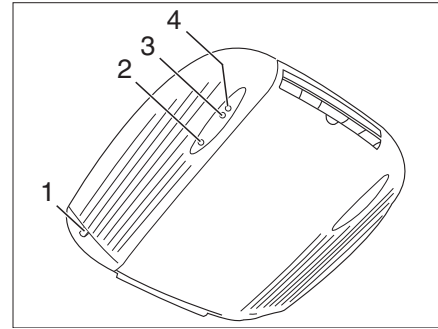

Fig. 117 Vue de l'intérieur
- Raccorder le véhicule à l'alimentation 230 V. La climatisation est prête à fonctionner. La DEL rouge (Fig. 117,2) s'allume.
Le voyant de contrôle vert (Fig. 117,3) indique le fonctionnement de refroidissement, le voyant de contrôle rouge (Fig. 117,4) le fonctionnement de chauffage.